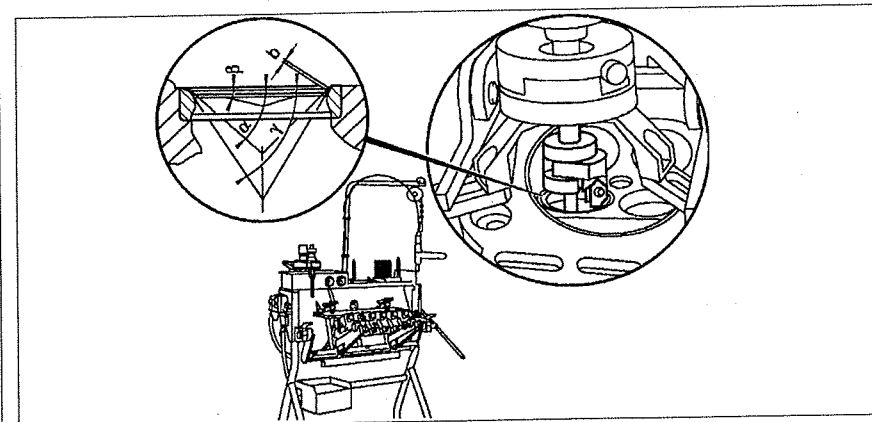

Рис. 2.49. Углы седла клапана.
2. Притрите седла клапанов. Измерьте ширину седла клапанов, если необходимо откорректируйте ее (углы  $\alpha$  и  $\beta$ ) (см.рис.2.49).